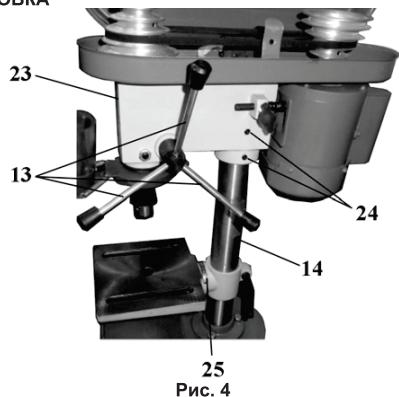

Рис. 4
- 9.4. Аккуратно установите на колонну (14) шпиндельную головку станка (23), Рис.4, предварительно ослабив винты фиксации (24), Рис.4 . Поворачивая шпиндельную головку (23) на колонне (14), Рис.4, убедитесь, что она «села» до упора. Положение шпиндельной головки зафиксируйте винтами фиксации (24), Рис.4.
- трещины металлоконструкции шпиндельной головки (23), Рис. 4;